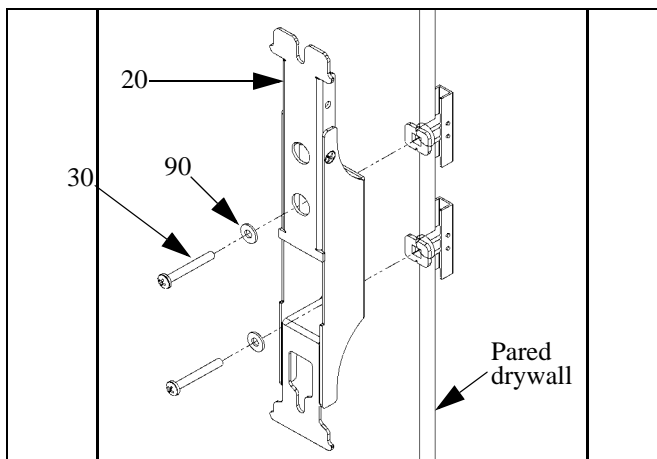

Figura 8.
8. Utilizando dos tornillos de cabeza Phillips nº 10 (30) y dos arandelas planas (90), asegure el soporte de pared para bocina a la pared (véase la figura 8).
9. Repita el procedimiento para instalar el segundo soporte de pared (20).